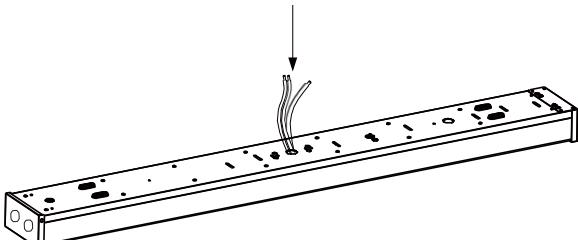

Figure 8
6. Punch through the center knockout and pull the black white and green wires through. **See Figure 8.**
6. *Enfoncez la débouchure centrale et tirez sur les fils noir, blanc et vert pour les faire passer à travers l'orifice. Reportez-vous à la Figure 8.*